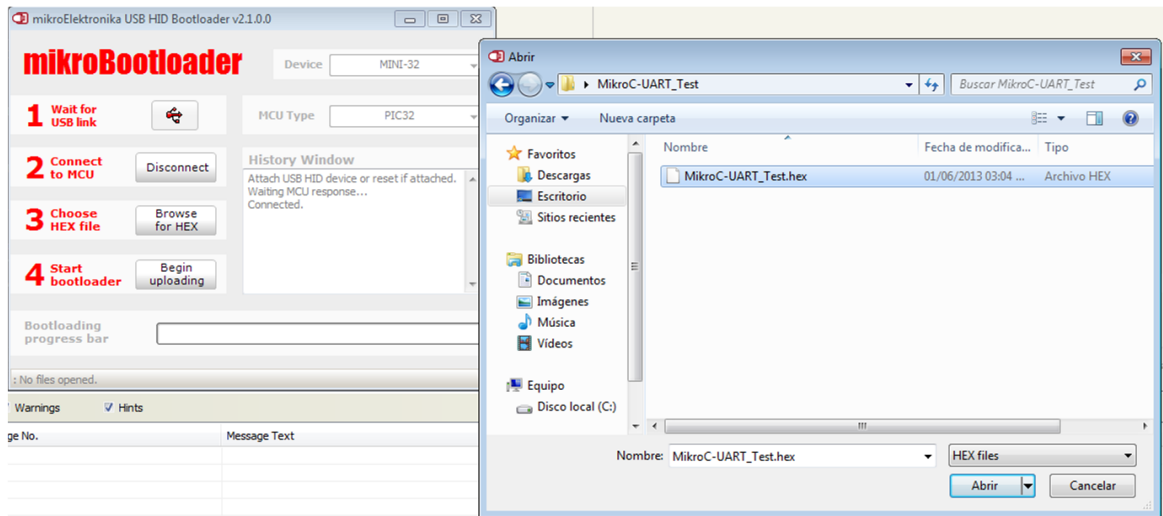

Figura 3.4: Selección del archivo .hex.
5. Se hace clic en *Load Hex* (Cargar .Hex) y se selecciona el archivo que se encuentra en la carpeta donde se compiló la aplicación, tal y como se observa en la figura 3.4.